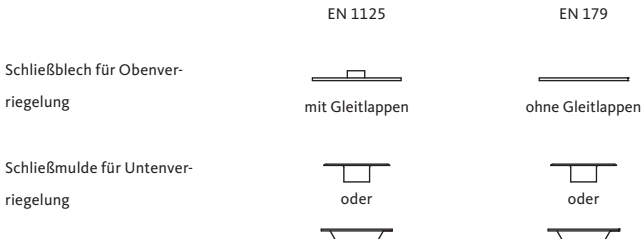

Abb. 3: zulässige Schließblechkonturen
- Aufgrund unterschiedlichster Zargenkonstruktionen ist es möglich, dass werkseitig kein Sperrgegenstück ausgeliefert werden kann. Hier liegt es in der Verantwortung des Verarbeiters in Abstimmung mit dem Hersteller eine technisch gleichwertige Lösung, wie gefordert, zu konzipieren und einzusetzen. Siehe hierzu zugelassene Schließblechkonturen (Abb. 3 + 4)!